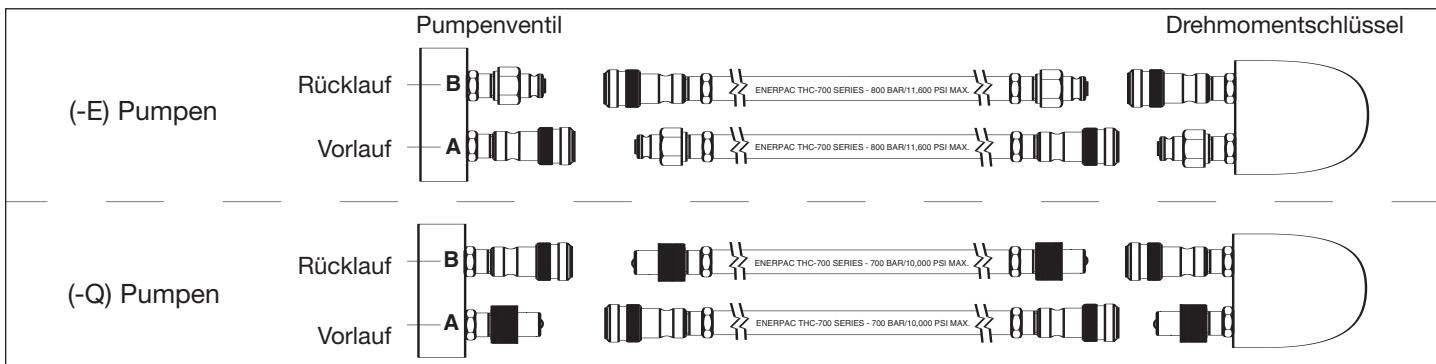

Abb. 5
Schließen Sie die Schläuche wie in Abb. 5 dargestellt an.
- (-Q) Pumpentyp für allgemeine Drehmomentschlüssel. Verwenden Sie Schläuche mit einem Nennbetriebsdruck von 700 Bar/10.000 psi. Für den ordnungsgemäßen Gebrauch des Verschraubungsgerätes müssen Kupplungen wie in Abb. 5 polarisiert sein. Stellen Sie vor Inbetriebnahme sicher, dass die Kupplungen vollständig eingerastet und angezogen sind. Teilweises Einrasten der Kupplungen verhindert ordnungsgemäßen Gebrauch des Verschraubungsgerätes.